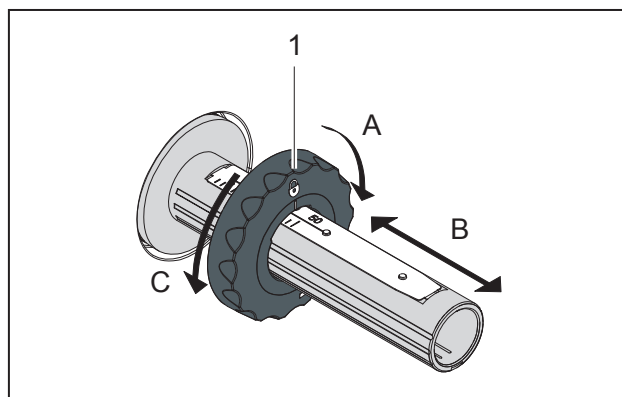

Рис. 11 Регулировка ограничителя
- 2 Поверните рычаг (6) против часовой стрелки, чтобы открыть печатающую головку.
- 3 Отрегулируйте ограничитель полей (1) на намотчике (5) в соответствии с шириной пленки (рис. 11):
- Удерживайте намотчик и разблокируйте ограничитель полей (1), повернув его в направлении А.
- Подайте ограничитель полей (1) в направлении В и при помощи шкалы отрегулируйте на ширину пленки.
- Удерживайте намотчик и заблокируйте ограничитель полей (1), повернув его в направлении С.